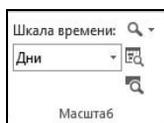
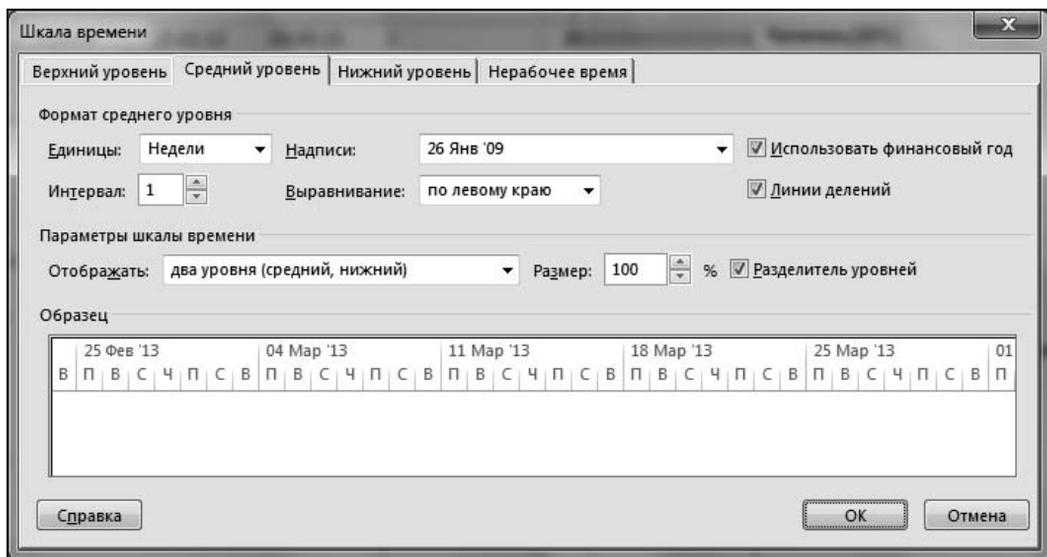
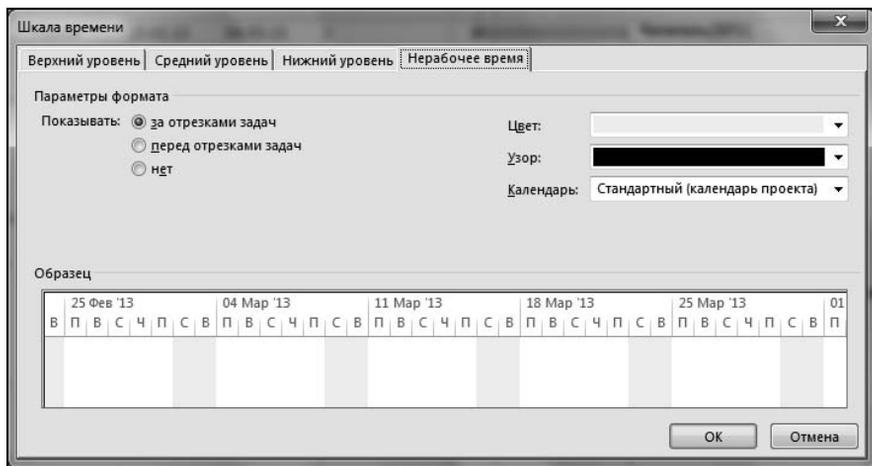

Рис. 4.19. Вид области **Масштаб** вкладки **Вид** ленты меню
Рис. 4.20. Окно форматирования шкалы времени диаграммы Ганта, вкладка **Средний уровень**
Рис. 4.22. Окно форматирования временной шкалы диаграммы Ганта, вкладка **Нерабочее время**
1. Раскрыть список в области **Масштаб** вкладки **Вид** на ленте меню и выбрать в нем строку **Шкала времени**. Вид этой области показан на рис. 4.19. В качестве альтернативы можно поместить указатель мыши на временную шкалу диаграммы Ганта и щелкнуть правой кнопкой мыши, после чего в контекстном меню выбрать команду **Шкала времени**. Откроется одноименное диалоговое окно (рис. 4.20).
1. Раскрыть список в области **Масштаб** вкладки **Вид** на ленте меню и выбрать в нем список **Шкала времени**. Вид этой области показан на рис. 4.19. В качестве альтернативы можно поместить указатель мыши на временную шкалу диаграммы Ганта и щелкнуть правой кнопкой мыши, после чего в контекстном меню выбрать команду **Шкала времени**. Откроется одноименное диалоговое окно (см. рис. 4.20).
Альтернатива алгоритму 4.15 заключается в использовании элементов управления, расположенных в правой части области **Масштаб** вкладки **Вид** ленты меню (см. рис. 4.19).
Средний элемент (см. рис. 4.19) — **Изменить масштаб для всего проекта** (ему присвоен значок ) — автоматически устанавливает масштаб, при котором на экране показывается весь график проекта.
1. Раскрыть список в области **Масштаб** (ее вид показан на рис. 4.19) вкладки **Вид** на ленте меню и выбрать в нем строку **Шкала времени**. В качестве альтернативы можно поместить указатель мыши на временную шкалу диаграммы Ганта и щелкнуть правой кнопкой мыши, после чего в контекстном меню выбрать команду **Шкала времени**.
2. В открывшемся окне (см. рис. 4.20) перейти на вкладку **Нерабочее время**. При этом в зависимости от выбранного масштаба единиц времени, наиболее низкого из возможных уровней (среднего или нижнего), формируется вид вкладки, показанный на рис. 4.22.
4. Цвет и характер закраски нерабочих дней выбирают с помощью раскрывающихся списков **Цвет** и **Узор** соответственно. Результат отображается в области **Образец**, расположенной в нижней части показанного окна (см. рис. 4.22).